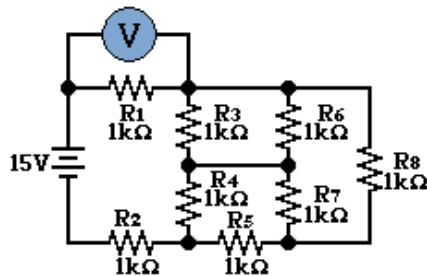
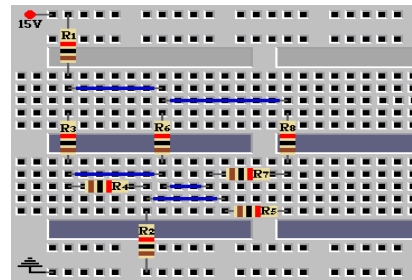

Figura 1.6a
Figura 1.6b
- Arme el circuito de la figura 1.6a, la forma en que el circuito queda en la tableta de conexiones se muestra en la figura 1.6b.
**Nota.** La forma de medir voltaje en un circuito es conectando el volmetro del multímetro en paralelo con dicho elemento. Si se desea medir la caída de voltaje en la resistencia  $R_1$  se conecta el multímetro en paralelo con la resistencia  $R_1$ , como se observa en la figura 1.6a. Si se desea medir la caída de voltaje en la resistencia  $R_2$ , se conectará el multímetro en paralelo con  $R_2$ .